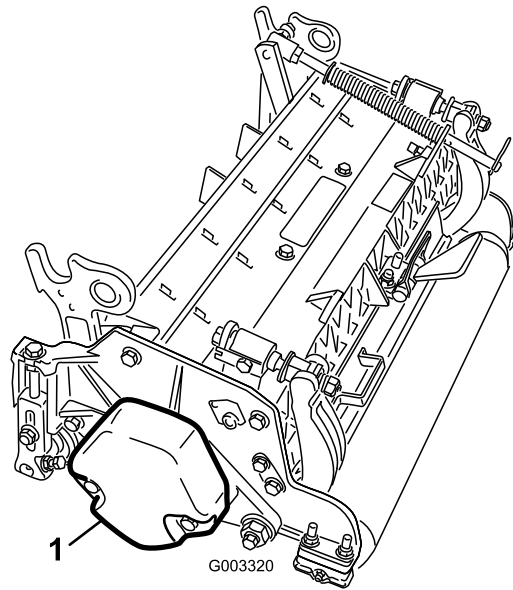

Bild 3
4. Stellen Sie sicher, dass das Gegengewicht (Bild 3) am richtigen Ende jedes Mähwerks montiert ist; siehe die *Bedienungsanleitung* der Mähwerke.